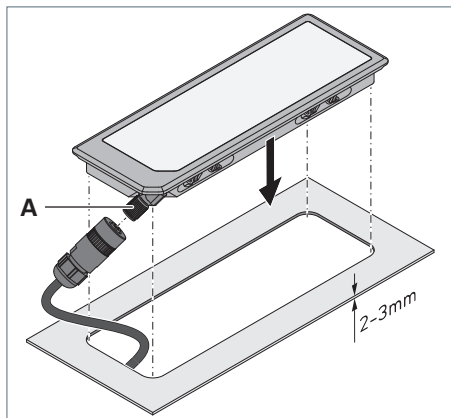

Fig. 5: APE – Montaggio dell'apparecchio d'illuminazione.
- ▶ Far passare il cavo di allacciamento e il connettore a spina attraverso l'incavo, vedi Fig. 5.